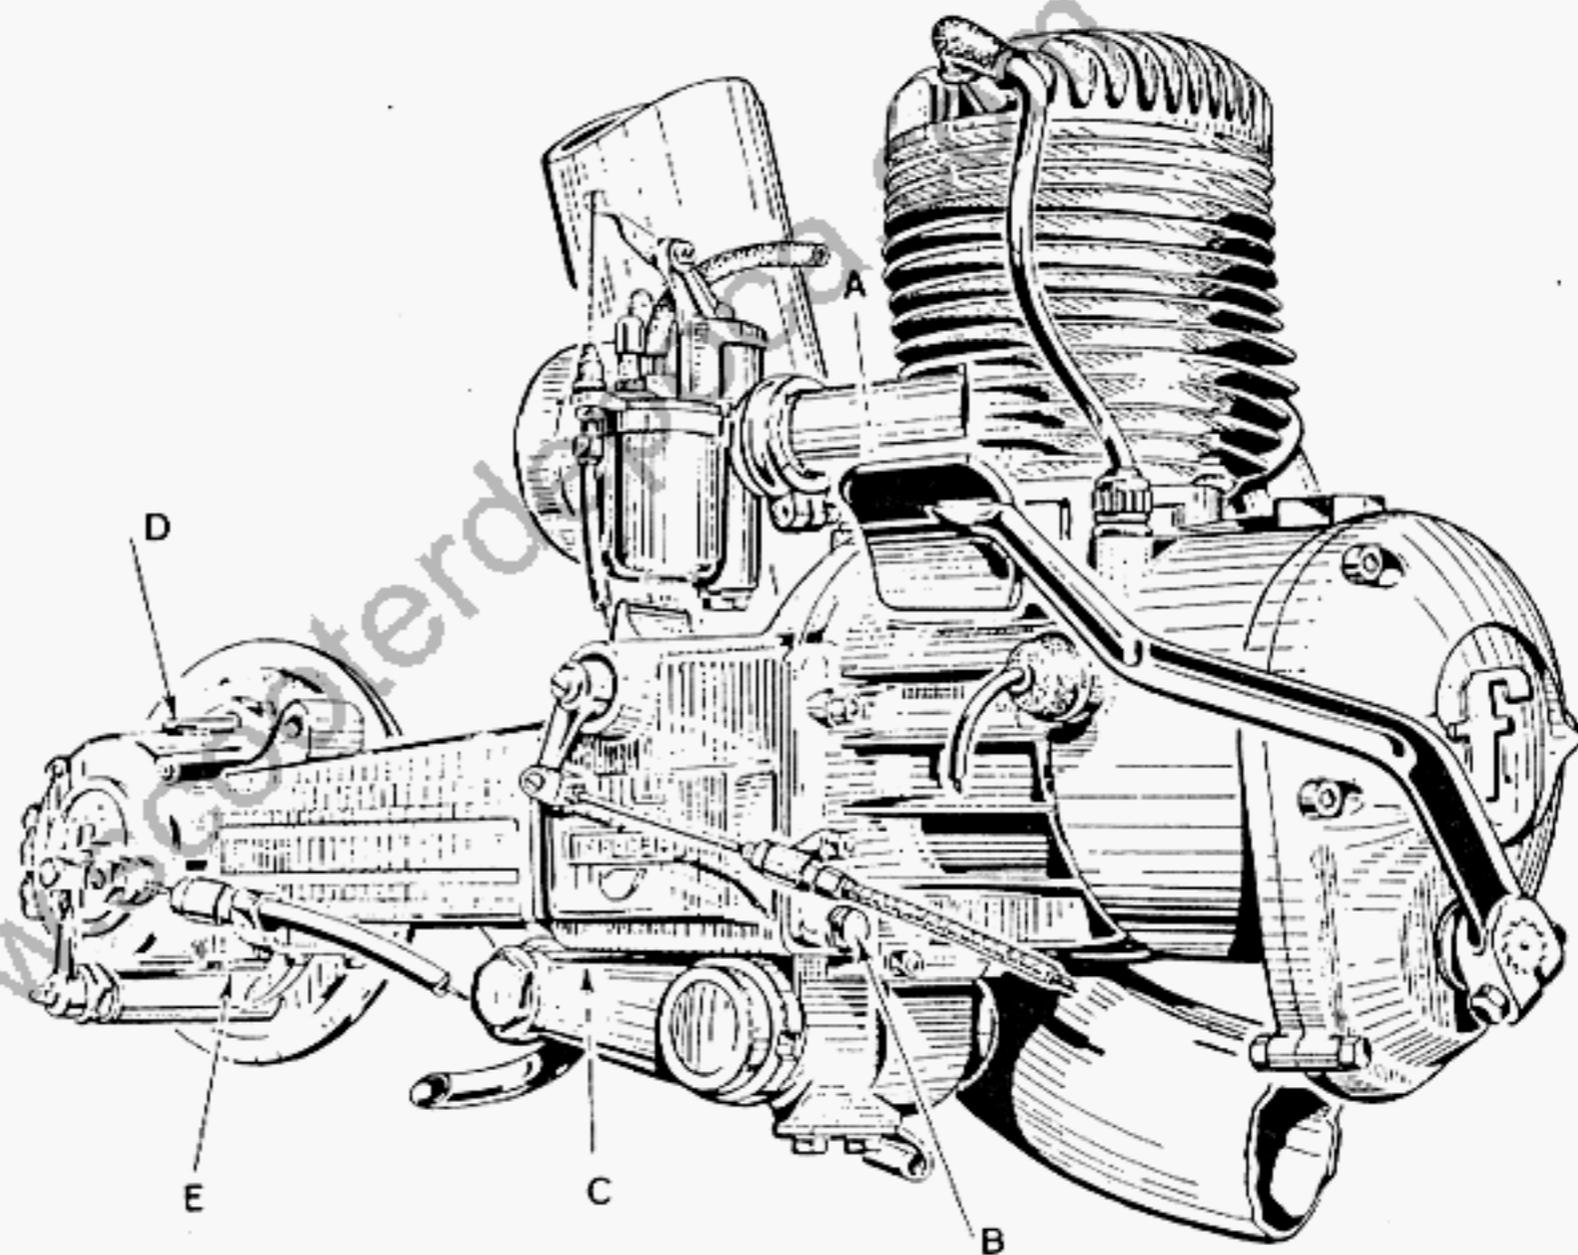

Fig. 7
- Verificare e stabilire il livello dell'olio nella scatola del cambio immettendolo dal foro tappo A, fino a quando lo si vede uscire dal foro tappo B (fig. 7).
- Lubrificare a mezzo degli appositi ingrassatori lo snodo di oscillazione del gruppo motore (8), il perno oliva freno posteriore (6) ed i perni di oscillazione levette ruota anteriore (10).
- Ricambiare l'olio nella scatola cambio a motore caldo, per assicurarsi che l'olio usato scoli completamente. Per scaricare l'olio togliere il tappo inferiore C (fig. 7) ed immettere poi, attraverso il foro tappo A, una quantità di gr. 300.